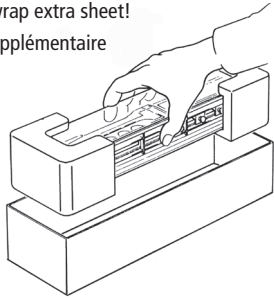

Fig. 2
**Operating instructions:** Before use is advisable to let the model go around about 30 minutes forwards and 30 minutes backwards without load, to obtain an optimal circuit and best tractive power. The smallest radius this model should run is **R32** (358 mm) (model without long tubes protection pistons) (fig. 2).
**Conditions de rodage:** Afin d'assurer les meilleurs conditions de marche tranquille et de traction puissante à votre modèle nous vous conseillons un rodage du modèle de 30 minutes environ en marche avant et d'autres 30 minutes en marche arrière. Pendant cette période la marche doit se faire "haut le pied". Le rayon minimal admissible du modèle présent est fixé à 358 mm, soit le rayon **R32** des voies ROCO (modèle sans longs tubes de protection du piston) (fig. 2).